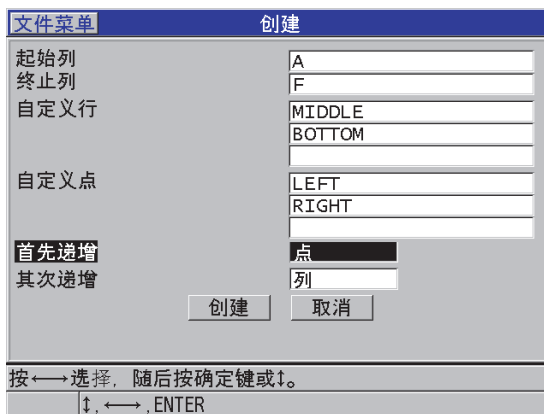

图 11-14 配置 3D 自定义数据文件类型的 ID 范围
3. 在**创建**屏幕的第二页中（参见第 186 页的图 11-14）：